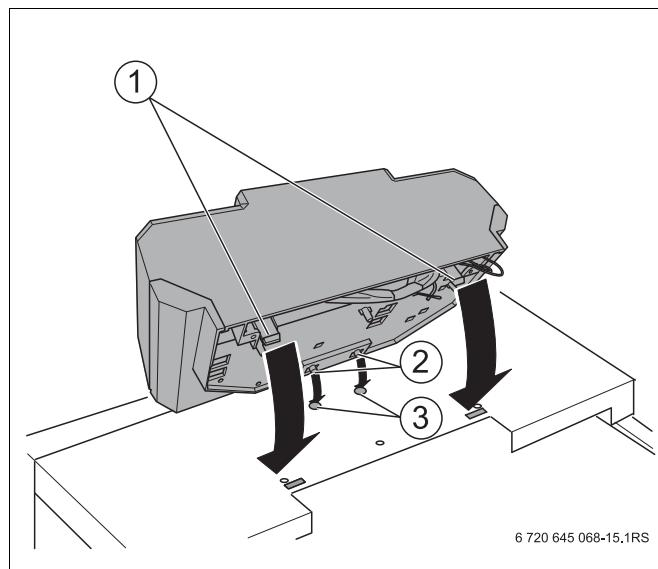
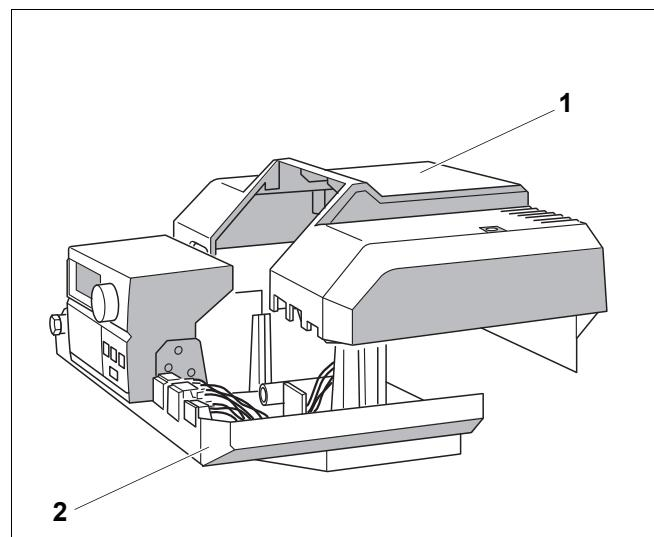

Рис. 14 Установка системы управления
Рис. 21 Установка крышки клеммного щитка
- Вставьте язычки (Рис. 14, **поз. 2**) системы управления в овальные отверстия (Рис. 14, **поз. 3**).
- Эластичные крюки (Рис. 14, **поз. 1**) системы управления должны защёлкнуться в предусмотренных для них отверстиях при нажатии.
- Установить крышку клеммного щитка (Рис. 21, **поз. 1** и Рис. 14, стр. 35, **поз. 2**) закрепить ее винтами к системе управления (Рис. 21, **поз. 2** и Рис. 14, стр. 35, **поз. 4**).